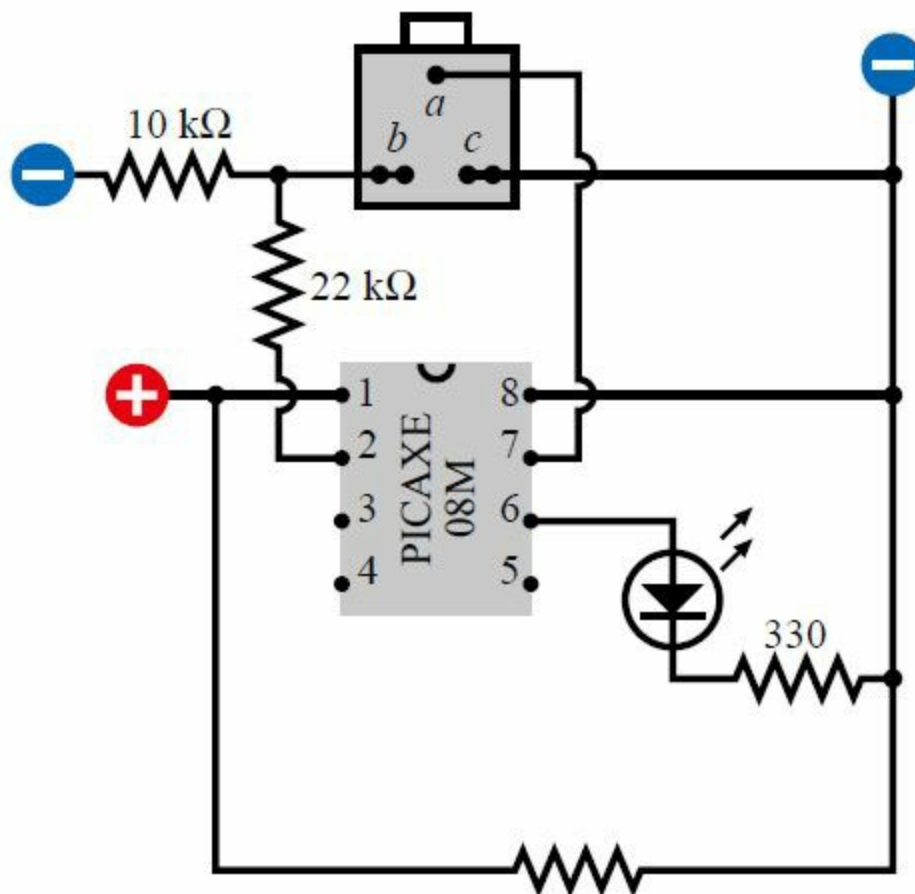
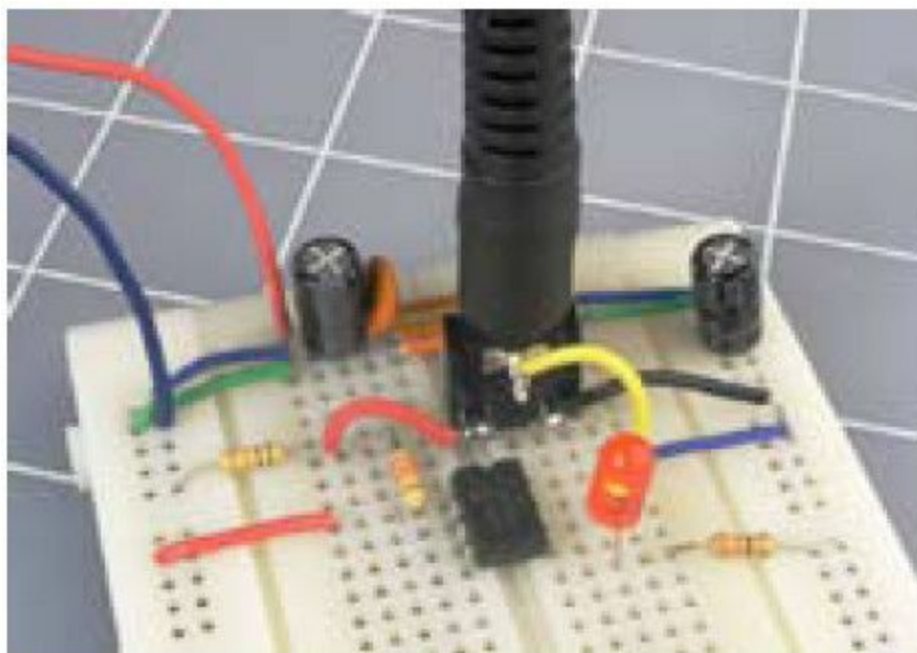
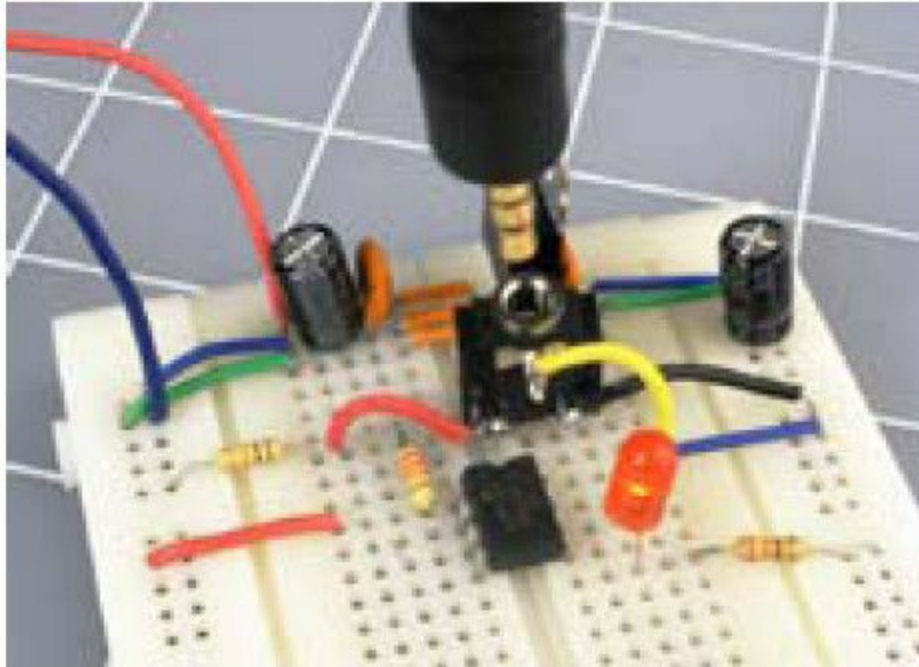

图5-131 PICAXE 08M 芯片的测试电路原理图。图中的立体声插座是底面朝上的，输入侧的两个必需的电阻器分别为10 kΩ和22 kΩ，一个LED 用于对芯片的输出进行显示
图5-133 测试电路原理图的面包板版本，USB 下载电路的插头已经插在面包板上的插座里。现在**PICAXE** 芯片已经可以接收下载的程序并可以立即执行之
图5-134 在程序下载以后，就可以将插头拔掉，程序将连续运行，导致LED不停地闪光
请根据图5-131 的电路原理图来搭建面包板电路。请注意该图中绘出的立体声插座是下侧朝上的，这是因为在面包板上你必须这样来使用立体声插座。如果你试着将立体声插座的引脚插入面包板的孔里，虽然这会配合得很好，但是当你将插头插入插槽中时，由于插头很粗大，会导致插座往外升起而导致其引脚失去连接。我想到的解决办法是在插座的引脚上焊接导线，然后再将导线插到面包板上，如图5-133 所示。
在图5-131所示的配置中，22 k $\Omega$ 和10 k $\Omega$ 的电阻器是必需的。这些电阻器将给串口连接提供正确的电压，而在单独使用PICAXE时，它们则可以将引脚2上的电压下拉到电源的负端。
(1) 将你的**PICAXE** 电缆的USB 插头插入你以前使用的同一个USB 口中。
(2) 启动**PICAXE** 程序编辑器（如果你使用的是Max OS 或者Linux 操作系统的话，请使用AXEpad）。
(3) 在程序编辑器中，选择View → Options 菜单以验证程序编辑器使用的是正确的COM 口，并且选中的是08M **PICAXE** 芯片。
(4) 将USB 电缆自由端的立体声插头插入已经连接在面包板上的立体声插座里。见图5-133 和图5-134。